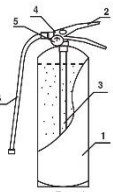

Рис. 1
4.1. Огнетушитель (рис. 1) состоит из корпуса 1, наполненного огнетушащим порошком. На горловине закреплено запорно-пусковое устройство 4 с индикатором давления 5. ЗПУ оснащено ручкой для переноски огнетушителя и ручкой для управления подачей порошка 2. Огнетушитель оснащен сифонной трубкой 3, гибким рукавом 6 (кроме ОП-1, ОП-2, ОП-3) и распылителем для получения факела распыла порошка. Огнетушитель оснащен чекой для предотвращения самосрабатывания.
На баллоне нанесена маркировка в одну, две или три строки. Допускается размещение наклейки (надписи) в центральной части цилиндрической поверхности, граничащей с верхней крышкой: по диаметру крышки, вдоль баллона по высоте, по диаметру цилиндрической части обечайки в нижней, средней или верхней частях обечайки (смотри рис.1). Содержащая следующую информацию: